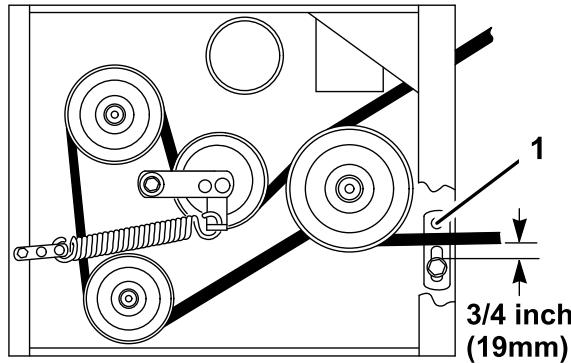

Bild 46
- 8. Stellen Sie sicher, dass die Riemenführung unter dem Motorrahmen richtig eingestellt ist (Bild 46).
Hinweis: Bei eingekuppeltem Treibriemen muss der Abstand zwischen der Riemenführung dem Treibriemen 19 mm betragen (Bild 46). Stellen Sie den Treibriemen ggf. ein. Der ausgekuppelte Riemen sollten nicht schleifen oder von der Scheibe rutschen, wenn die Führungen richtig eingestellt sind.